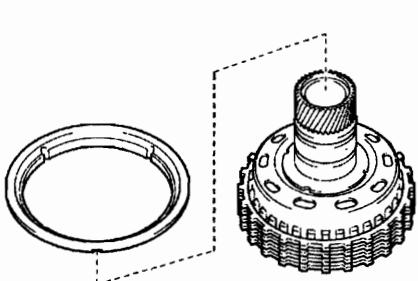

图 12-1-117
(3) 如图 12-1-117 所示, 从倒挡离合器毂分总成上拆下倒挡离合器反冲套筒。